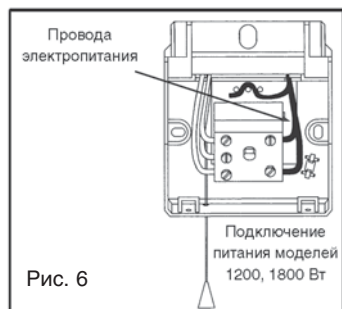

Рис. 6
• Модель 1200 Вт, 1800 Вт (рис. 6):